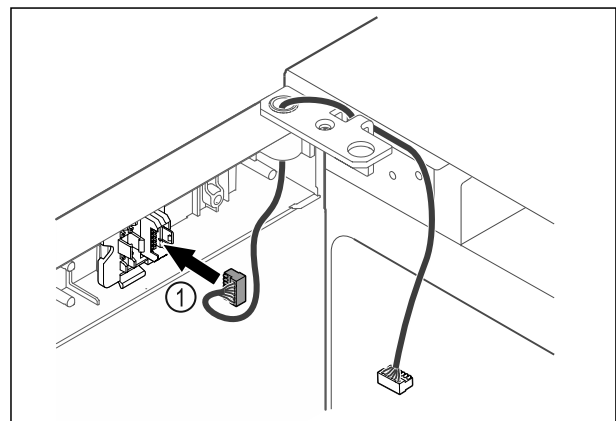

Fig. 59
- Enchufar el conector Fig. 59 (1) en su soporte.